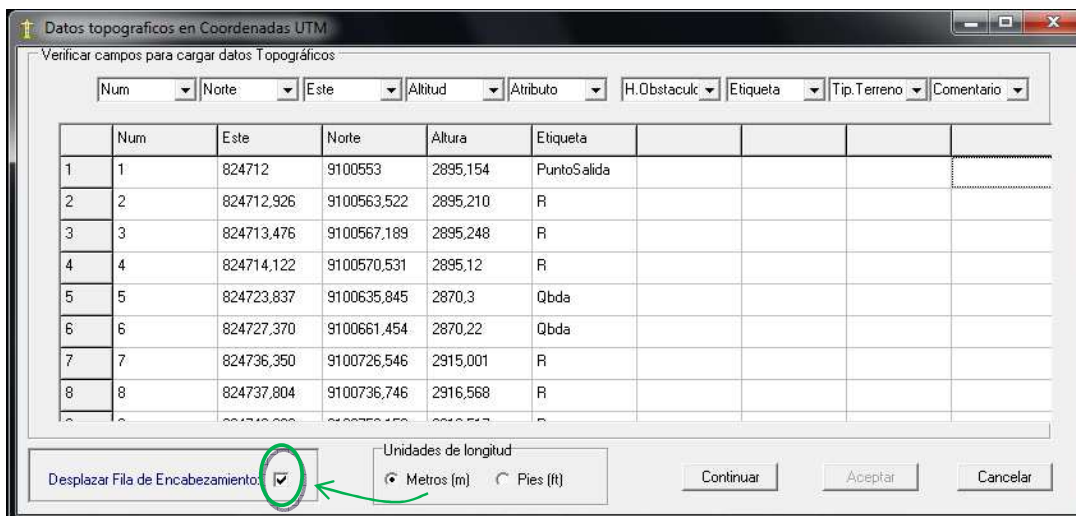

Fig. 09
- Verificar si se tiene una fila de encabezamiento. En caso afirmativo se tiene que activar la opción “La lista tiene fila de encabezamiento” (Ver Fig. 09).